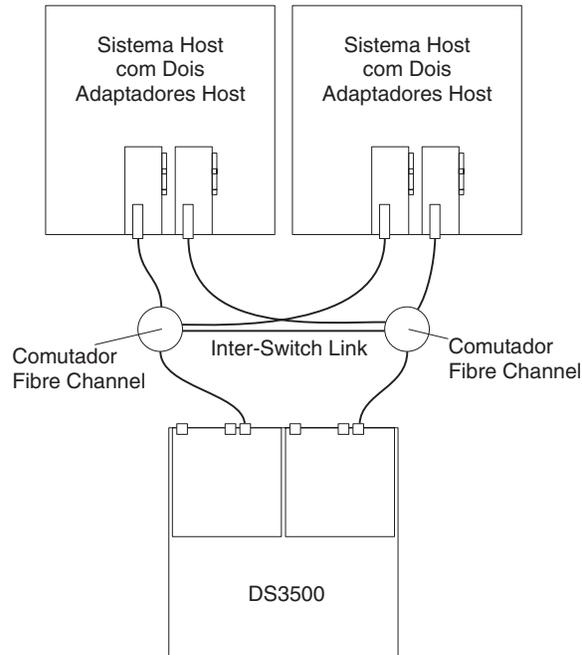

Figura 61. Exemplo de uma Configuração de Malha SAN Fibre Channel Única
- Configuração de malha SAN simples, conforme mostrado em Figura 61 na página 76
Em Figura 61, os comutadores Fibre Channel estão conectados juntos através de ISL (Inter-Switch Link) para formar uma única malha SAN.